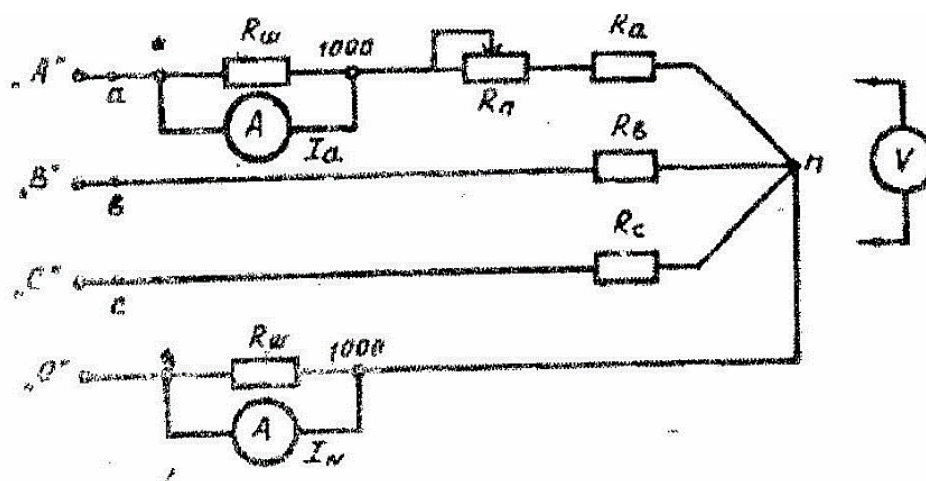

Рис.4.1. Схема четырехпроводной трехфазной цепи при включении фаз однородного приемника звездой
1.1. Собрать на стенде «Уралочка» схему четырехпроводной трехфазной цепи (рис.4.1). Нагрузку в фазах подобрать на комплектующем блоке при условии  $R_a=R_b=R_c$ , а сопротивление  $R_n=100$  Ом – на магазине сопротивлений. Амперметры включить в фазу  $a$  и нейтральный провод. Подготовить один прибор ВР-11А в качестве вольтметра для измерения линейных и фазных напряжений в схеме.